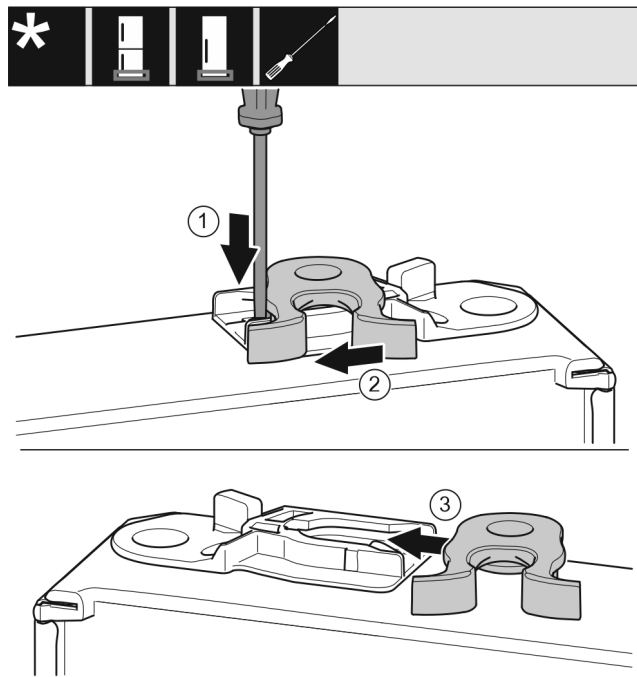

Fig. 23 *
- Shtypni për poshtë gjuhëzën Fig. 23 (1) me një kaçavidë me kokë petë.*
- Nxirrni jashtë nga foleja udhëzuese grepat e mbylljes Fig. 23 (2).*
- Futni grepat e mbylljes Fig. 23 (3) në fole të udhëzuese në anën tjetër.*